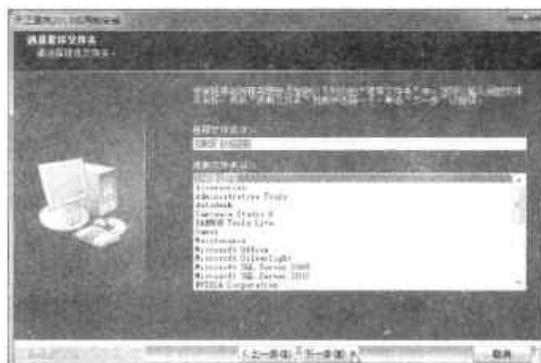

图15-35 选择文件夹
**Step06** 选择好后，单击“确定”按钮，返回界面，单击“下一步”按钮，打开“选择程序文件夹”界面，如图 15-35 所示。